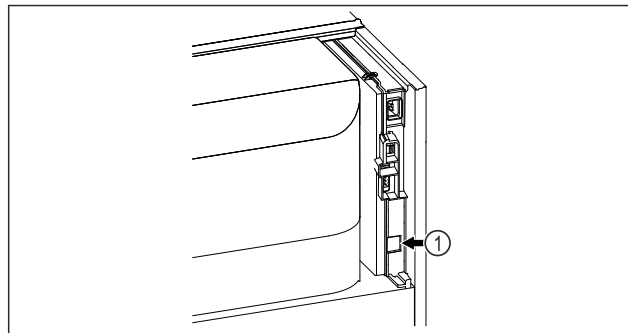

Fig. 77
- SmartModule Fig. 77 (1) установлен.